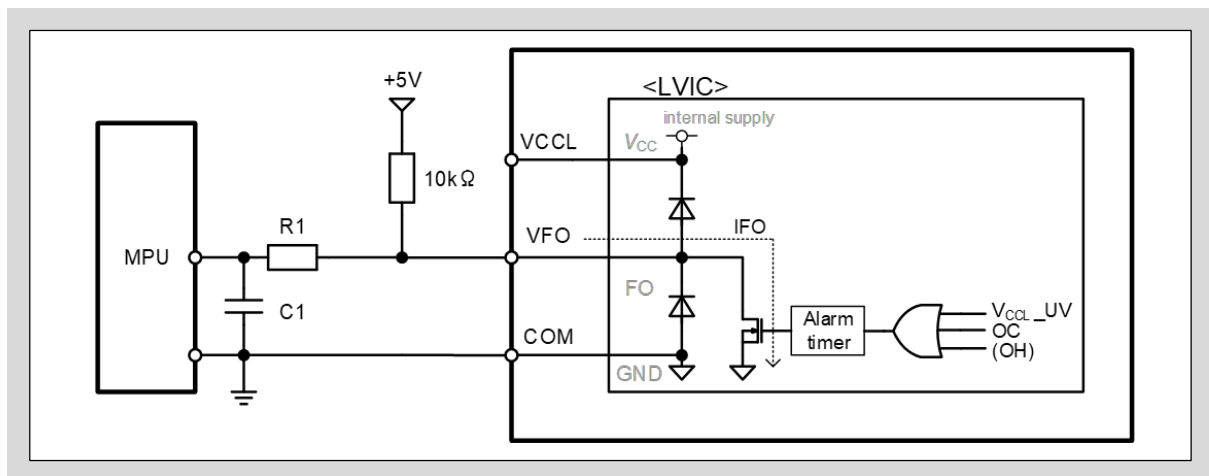
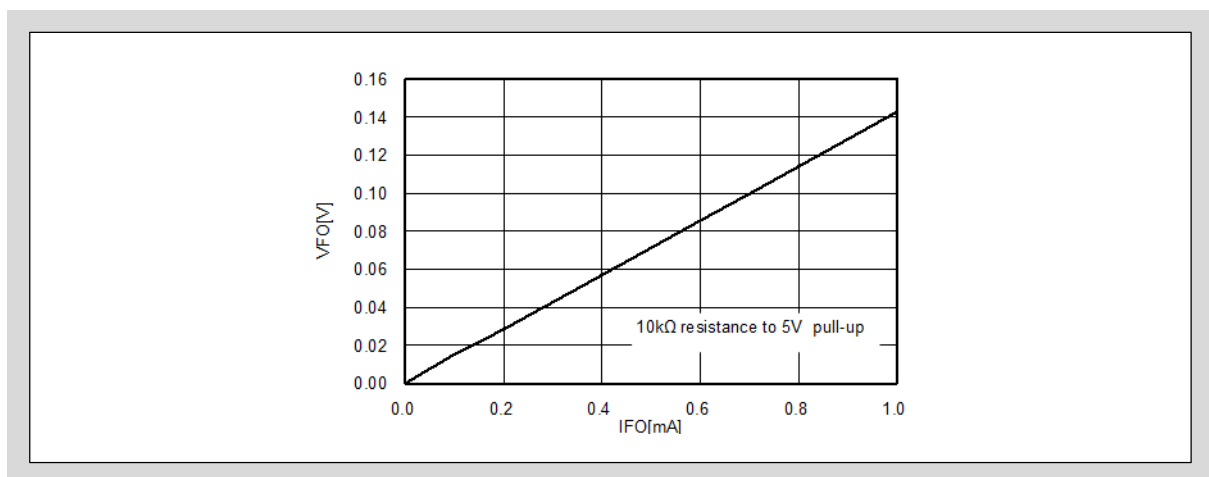

図3-21 VFO端子とMPU I/Oの推奨接続回路
図3-22 アラーム出力状態のVFO端子のVI特性
- 図3-21に示すようにアラーム出力VFO端子はMPUと直接接続することが可能です。VFO端子はオープンドレイン出力となりますので、5Vもしくは3.3Vのロジック制御用の直流電源に10kΩの外付け抵抗でプルアップしてください。また、MPUラインにバイパスコンデンサC1と5kΩ以上の突入電流制限抵抗R1を接続することを推奨します。これらの信号ラインは、可能な限り最短距離で配線してください。
- 図3-21に示すようにVCCL-VFOとVFO-COM端子間に電氣的にダイオードが接続されています。このダイオードは、本製品をサージ入力から保護する目的であるため、電圧クランプダイオードとして使用しないでください。本製品が破壊する恐れがあります。
- 図3-22にアラーム出力時のVFO端子の電圧-電流特性を示します。 I_{FO} は図3-21に示すVFO端子のシンク電流となります。